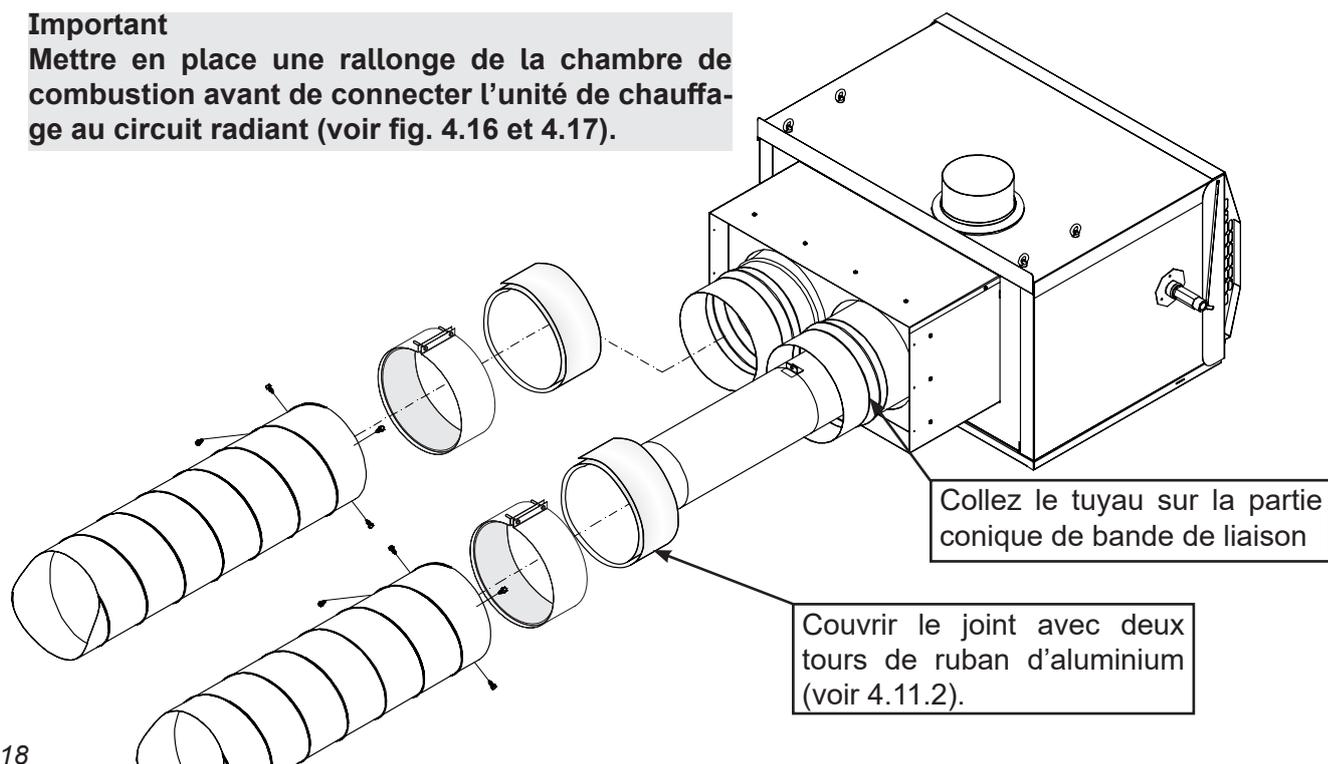

Fig.4.18
- 1) les raccords sont déjà fixés à l'unité de chauffage (fig. 4.18);